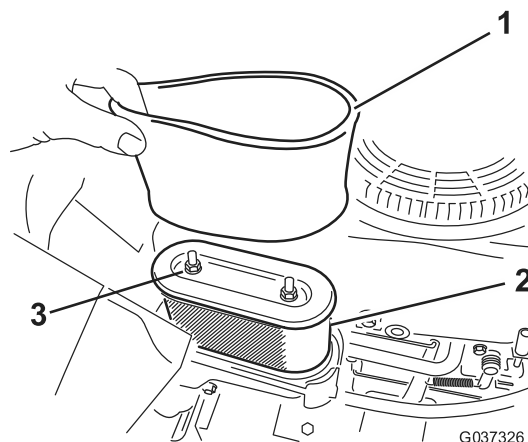

Figura 17
4. Retire las 2 tuercas que sujetan el conjunto del filtro a la carcasa (Figura 17).
1. Instale el filtro de espuma sobre el filtro de papel (Figura 17).
3. Sujete el conjunto del filtro a la carcasa usando las 2 tuercas (Figura 17).